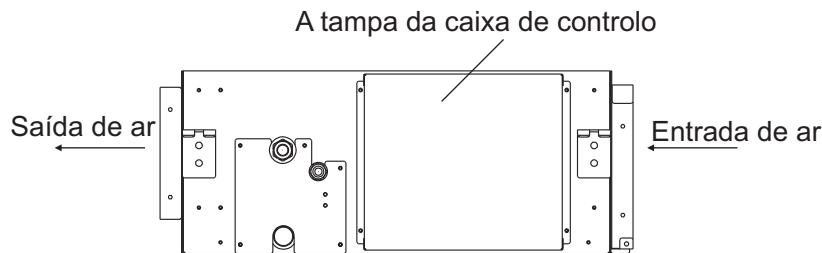

Fig.6.1 Remova os parafusos da caixa de controle
- Ao apertar a fiação, use o material de fixação incluído como mostrado na FIG.6.1 para evitar que a pressão externa seja exercida nas conexões de fiação e fixe-o firmemente.
- (1) Como ilustrado na Fig. 6.1, retire os parafusos da caixa de controle.
- (2) Ligue o cabo de alimentação e o fio terra ao terminal principal.
- (3) O fio do controle remoto para a caixa de terminais subsidiária.
- (4) Ligue a fonte de alimentação das unidades interior e exterior ao terminal principal.
- (5) Fixe o fio na caixa de controle com a braçadeira firmemente.
- (6) Depois de terminar a fiação, feche o furo de fiação com o material de vedação (com a tampa) para evitar a entrada da água condensada e dos insetos.